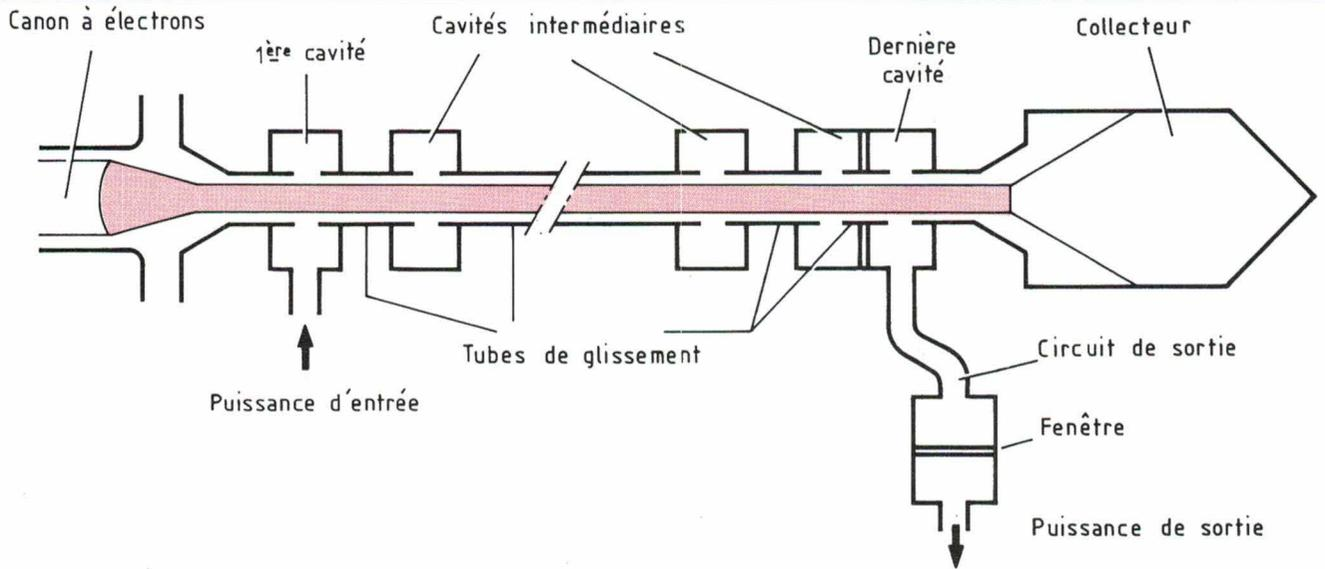

Fig. 9. - Coupe schématique du klystron TH 2054 de Thomson-CSF.
Le klystron est un tube à structure linéaire (fig. 9). Le canon, situé à gauche, forme un fin faisceau d'électrons qui est maintenu à diamètre constant par un puissant champ magnétique parallèle à l'axe du tube. Le faisceau d'électrons traverse un certain nombre de cavités résonantes, séparées par des cylindres appelés tubes de glissement. Un signal hyperfréquence (RF) est injecté dans la première cavité et le signal de sortie amplifié est extrait de la dernière cavité. Le faisceau d'électrons est recueilli par le collecteur (à droite de la figure) qui dissipe l'énergie cinétique résiduelle sous forme de chaleur.